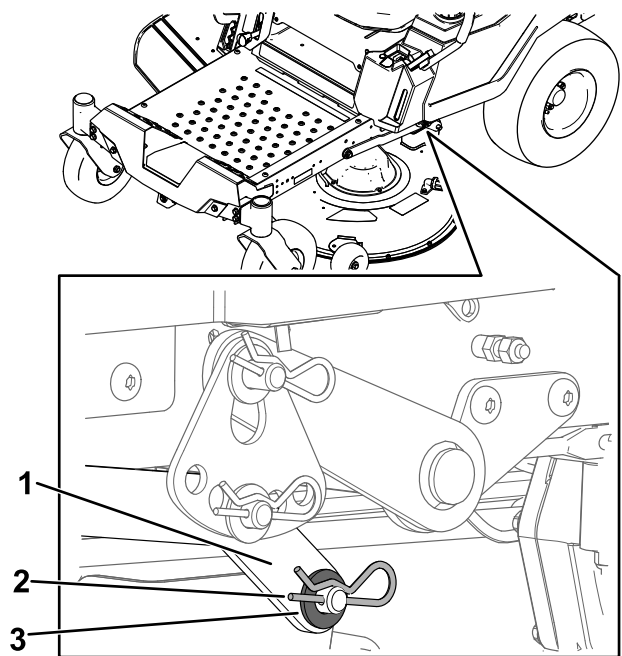

Figura 68
6. En un lado de la máquina, retire la arandela y la chaveta del pasador de la carcasa (Figura 68).
7. Retire el brazo de elevación del pasador de la carcasa (Figura 68).
5. En un lado de la máquina, levante la parte trasera de la carcasa de corte e instale el brazo de elevación en el pasador de la carcasa (Figura 68).
6. Instale el brazo de elevación usando la arandela y la chaveta (Figura 68).